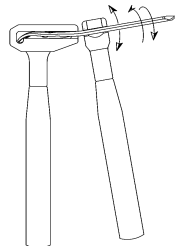
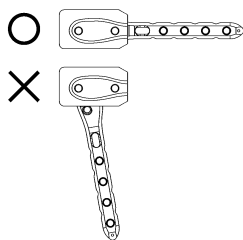
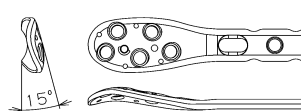

図2-1
図2-2
図3
- 骨面への設置性を確実にする為、必要に応じプレートのベンディングを行います。遠位部のプレート設置位置は、腓骨遠位端より約5mmとなります。骨幹部にバンドベンダー、遠位部に腓骨ロッキングプレート用バンドベンダーを装着し、遠位部と骨幹部の間にひねり（内旋/外旋）を加えるか、内外への曲げを行います。ロッキングスクリューホールが破壊されないよう慎重にベンディングを行って下さい。（図2-1、図2-2）プレートは、遠位部と骨幹部の間にあらかじめ内旋15°のひねりが加えられております。（図3）